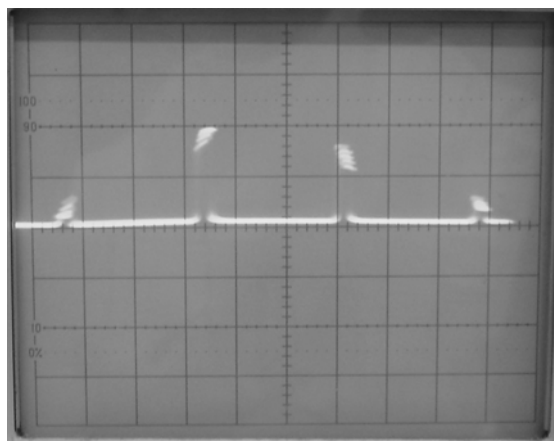

Figura 4 – Sinal PAM
- 4) Verifique no osciloscópio a saída  $E(t)$ . Deveremos ter nesse ponto um sinal PAM, como mostra a Figura 4